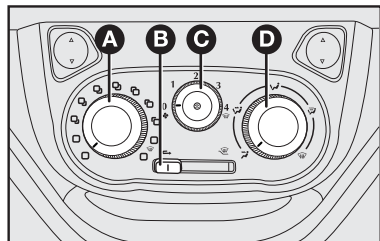

fig. 53
### COMANDOS - fig. 53
- 1) Mando para la temperatura del aire **A-fig. 53** totalmente posicionado a la izquierda.
2) Cursor del ventilador **C-fig. 53**: posicionado en la velocidad máxima.
3) Mando para la distribución del aire **D-fig. 53** indicador en , para controlar que todas las salidas de aire estén abiertas.
4) Conecte el aire acondicionado abriendo el selector **C-fig. 53**.
El aire acondicionado es muy útil para acelerar el desempañamiento porque deshumedece el aire. Es suficiente regular los mandos para la función de desempañamiento, y activar el aire acondicionado, presionando el pulsador **C-fig. 53**.
1) Acondicionador de aire conectado **C-fig. 53**.